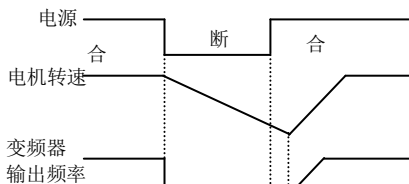

图 6-6 转速跟踪再起动示意图
- 2: 转速跟踪再起动.** 起动过程当 H2.00=2 时, 对于瞬停后的供电恢复, 外部故障复位, 自由停车后的起动过程均有效. 如图 6-6 所示。